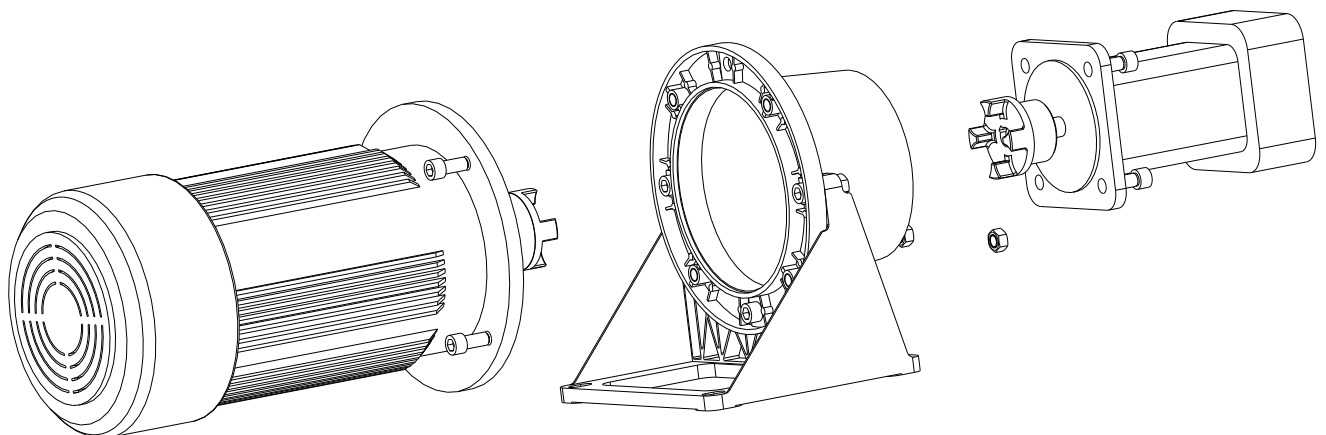

Bild 4: Montage E-Motor bzw. Pumpe mit Pumpenträger und Fußflansch
- Sollte der Pumpenträger mit einem Fußflansch verbunden sein, sind die Schrauben zur Befestigung des Motors im Bereich des Fußflansches so lang zu wählen, dass sie durch den Fußflansch ragen und mit einer Mutter verschraubt werden können (siehe Bild 4).